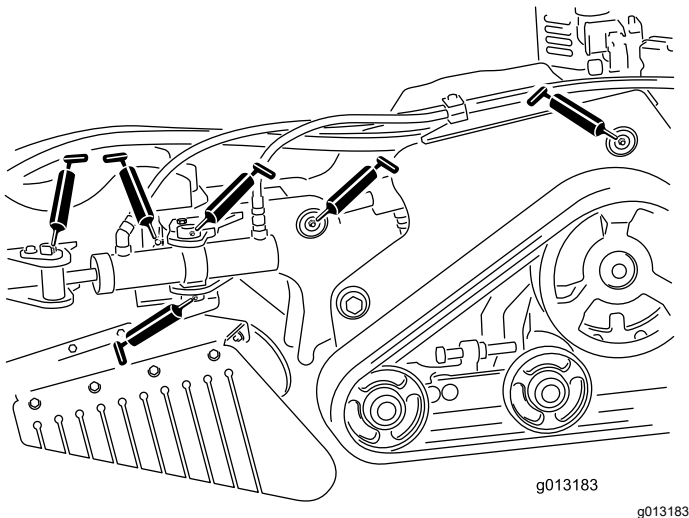
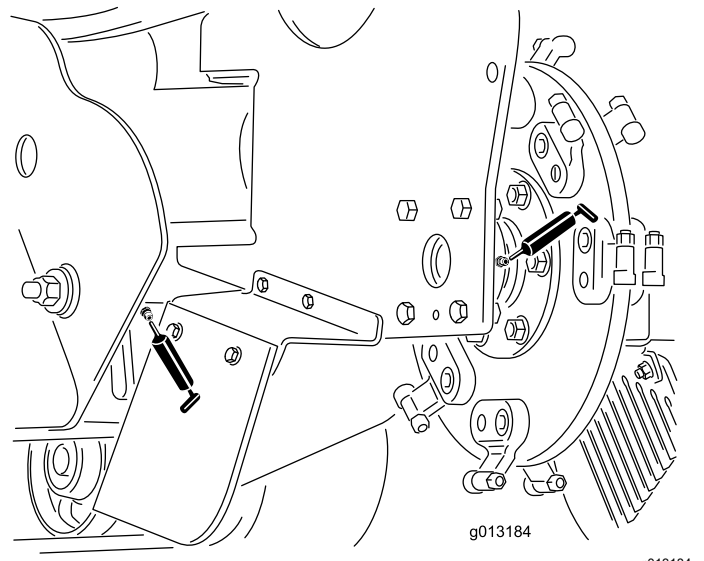

Figura 25
Figura 26
4. Conecte una pistola de engrasar a cada punto de engrase (**Figura 25** y **Figura 26**).